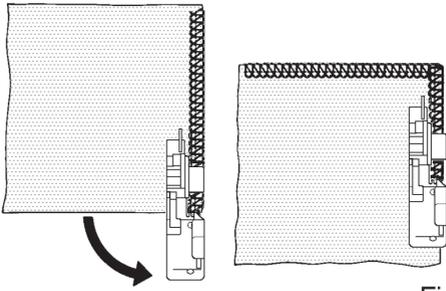

Fig. 1
3. Gire el tejido, baje el pie prensatelas y continúe cosiendo en la nueva dirección. Fig. 1.